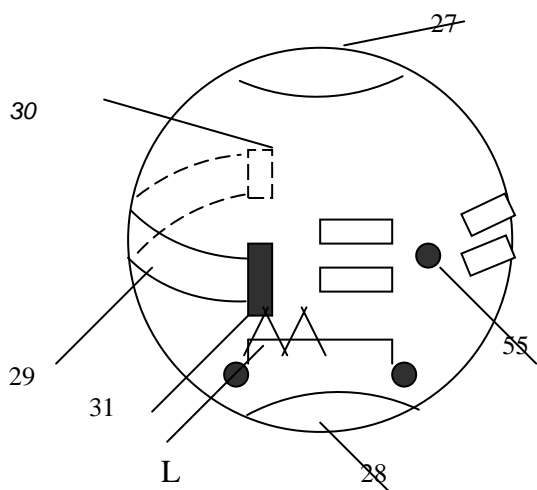

Рис. 2.1 Гиросфера
2.3. Пользуясь, рис. 2.1, укажите, к каким клеммам подключена обмотка L реле выключателя затухания?
2.4. Пользуясь, рис. 2.1, укажите, через какие электроды подается питание на гиросмоторы?
2.6. Пользуясь, рис. 2.1, укажите, какие контакты называются следящими?